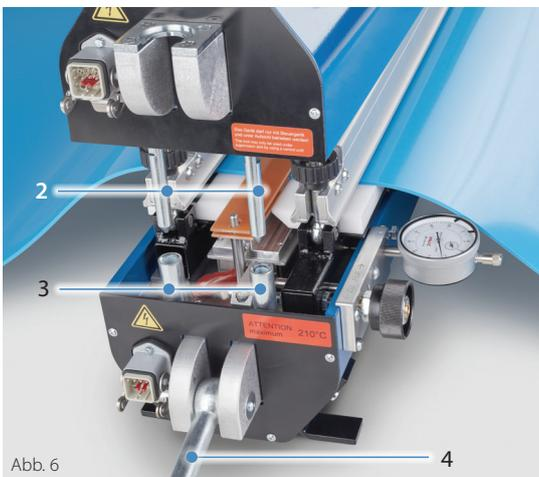

Abb. 6
- Setzen Sie die obere Pressenhälfte mit Hilfe der Zentrierbolzen (2) in die Zentrierbohrung (3) des Pressenunterteils. (Abb. 6)
- Verschrauben Sie Pressenunter-/und oberteil mit den Augenschrauben (4) und Bundmuttern handfest (ohne Werkzeuge) miteinander. (Abb. 6)